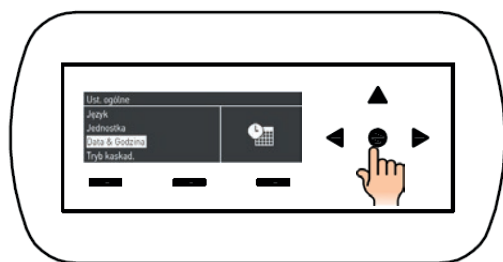

Rys. 9 Przycisk zatwierdzania
- c. Zatwierdzić wybór środkowym przyciskiem nawigacyjnym (Rys. 9 Przycisk zatwierdzania),